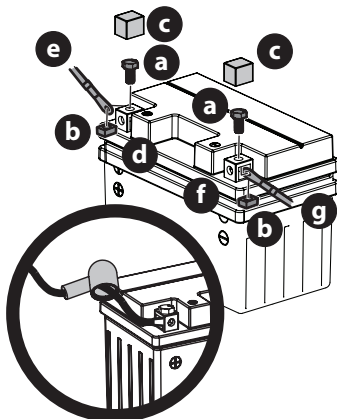

Figura 21
1. Extraiga los tornillos hexagonales (a) y las tuercas cuadradas (b) instalados de fábrica en el extremo del arnés de cables. Guarde los herrajes para uso posterior (Figura 21).
2. Retire la cubierta plástica (c), si está presente, del borne positivo de la batería (d) y una el cable rojo (e) al borne positivo de la batería (b) utilizando uno de los tornillos hexagonales (a) y las tuercas cuadradas (b) que se extrajeron en el paso 1. Use un destornillador Philips (Figura 21).
3. Coloque el capuchón de caucho rojo por encima del borne positivo de la batería para protegerlo contra la corrosión (Figura 21 inserto).
4. Retire la cubierta plástica (c), si está presente, del borne negativo de la batería (f) y una el cable negro (g) al borne negativo de la batería (f) utilizando el tornillo hexagonal restante (a) y la tuerca cuadrada (b) (Figura 21).